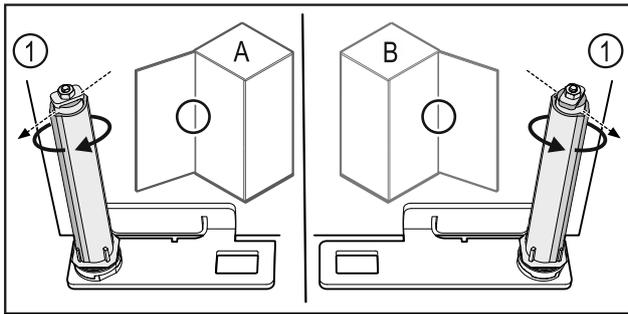

Fig. 59 Linksanschlag (A) / Rechtsanschlag (B)
- ▶ Schließsystem gegen den Widerstand drehen, bis der Steg des Schließsystems Fig. 59 (1) nach außen zeigt.